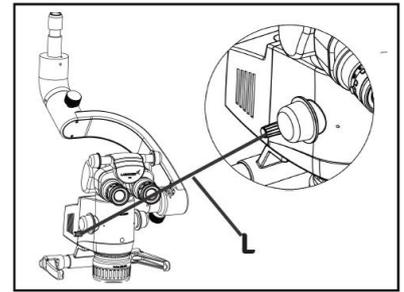

Fig. 47
Reportez-vous à la Fig. 47 (L). Le levier de changement de filtre est situé sur le côté gauche du boîtier du magnichanger. Utilisez le levier en le tirant pour changer le filtre et en le repoussant vers l'éclairage principal.